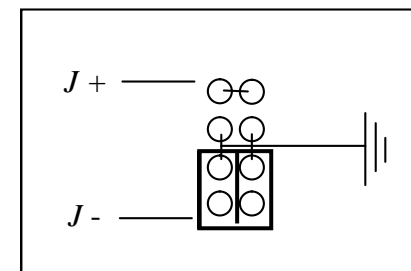

Рис. 9 Заземление минусовой клеммы
10.3 На основной плате возле положительной выходной шины найдите разъем заземления – см. рис. 9. Заводская установка перемычки – заземление по минусовой клемме источника.